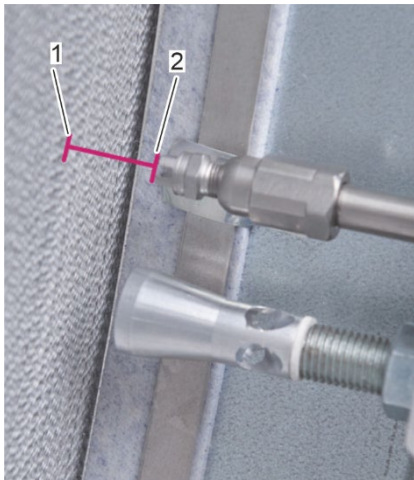

Figura 41: Distancia entre la boquilla de agua y el perímetro del rotor
6. Mida la distancia entre la boquilla de agua a alta presión (Figura 41/2) y la superficie del rotor (Figura 41/1).